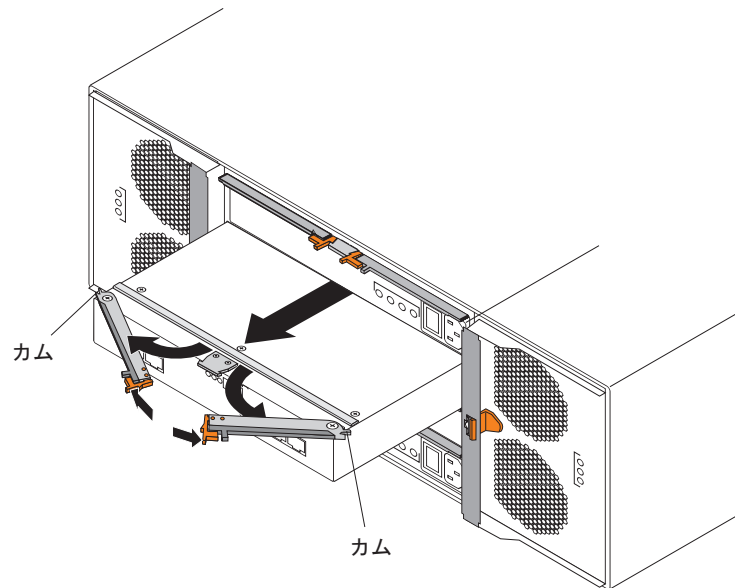

図 54. 環境サービス・モジュール (ESM) の取り外しと交換
7. ラッチを一緒につかんでレバーを引いて開き、ESM をエンクロージャーから解放します。ラッチは、レバーに付いているオレンジ色のタブです (131 ページの図 54 を参照)。